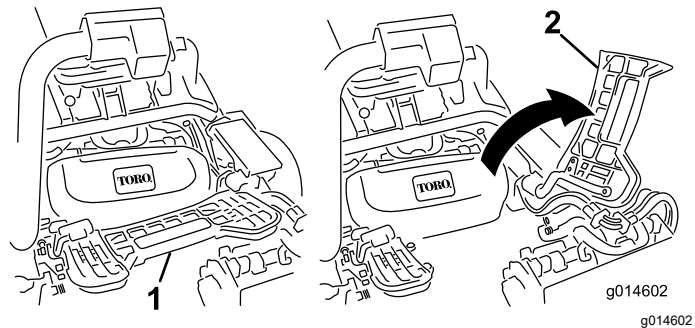

Figura 52
- Levante el reposapiés y gírelo hacia arriba, para tener acceso a la posición de la unidad de corte central (Figura 52).